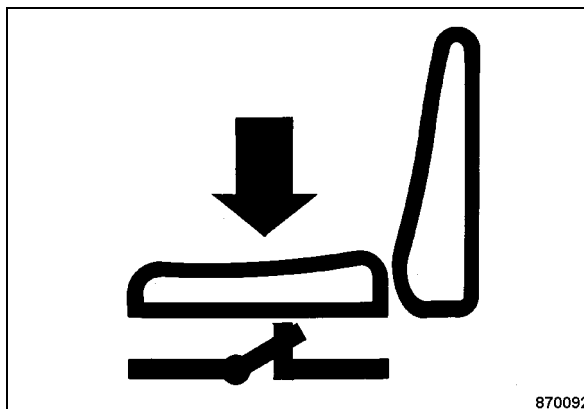

Fig. 48
*Lámpara de control para contacto de asiento en el instrumento combinado (Fig. 48):*